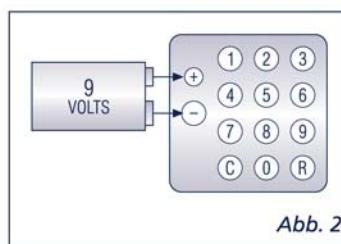

Abb. 2
1. Die 9V-Batterie unter Beachtung der Polarität einlegen (Abb. 2) und für die ganze Dauer der nachfolgenden Abläufe in dieser Position belassen;